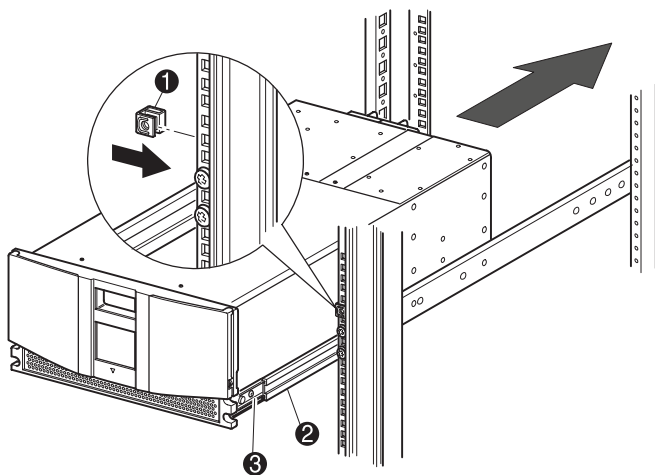

Figure 2-4. Installation de la librairie
3. Installez sur les vis de supports de rails les écrous-cages coulissants des deux unités de rack alignées, sur chacun des montants avant de l'armoire (voir figure 2-4).
- Insérez précautionneusement les rails intérieurs de la librairie dans les glissières intermédiaires étendues (voir figure 2-4).